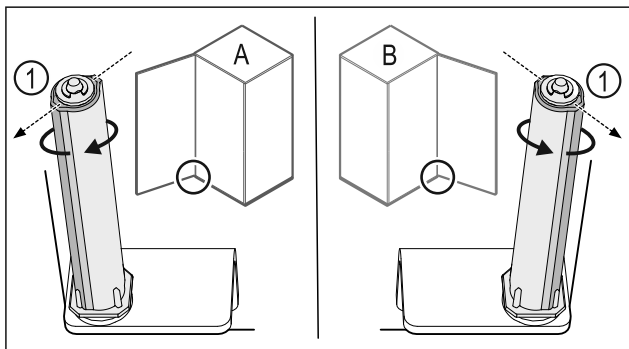

Fig. 42 Okretanje nalijevo (A) / okretanje nadesno (B)
- ▶ Okrećite sustav zatvaranja do kraja dok lamela sustava zatvaranja Fig. 42 (1) ne bude usmjerena prema van.